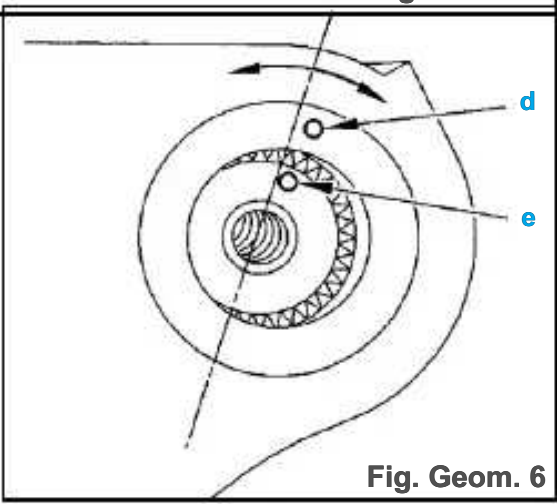

Fig. Geom. 6
- antes para colocar la barra de torsión, manchado por dos golpes en aguja "d"Y"e"La posición de la barra de Sion Tor- (fig. Geom. 6).